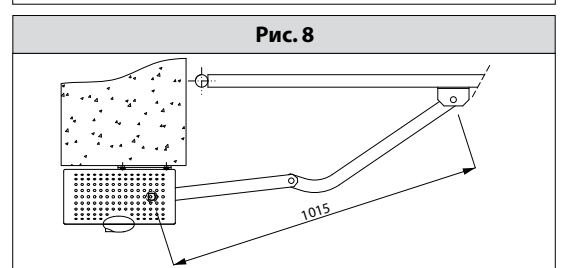

Рис. 9
4.2) Установка ручки разблокировки (Рис. 9).
- ВНИМАНИЕ! Крючок втулки "D" должен быть вставлен в вилку рычага разблокировки (Рис. 9b). Если не попадает, разблокировка не работает.** Блокировка легко производится, повернув ручку "А" в сторону, обратную разблокировке: по часовой стрелке для левой створки, против часовой стрелки для правой створки и блокируется в таком положении ключом. Проверьте, что втулка "D" расположена горизонтально (Рис. 9b) и оденьте кожух, ручкой разблокировки с лицевой стороны, как показано на Рис. 9с.
Рис. 9с
Рис. 9б